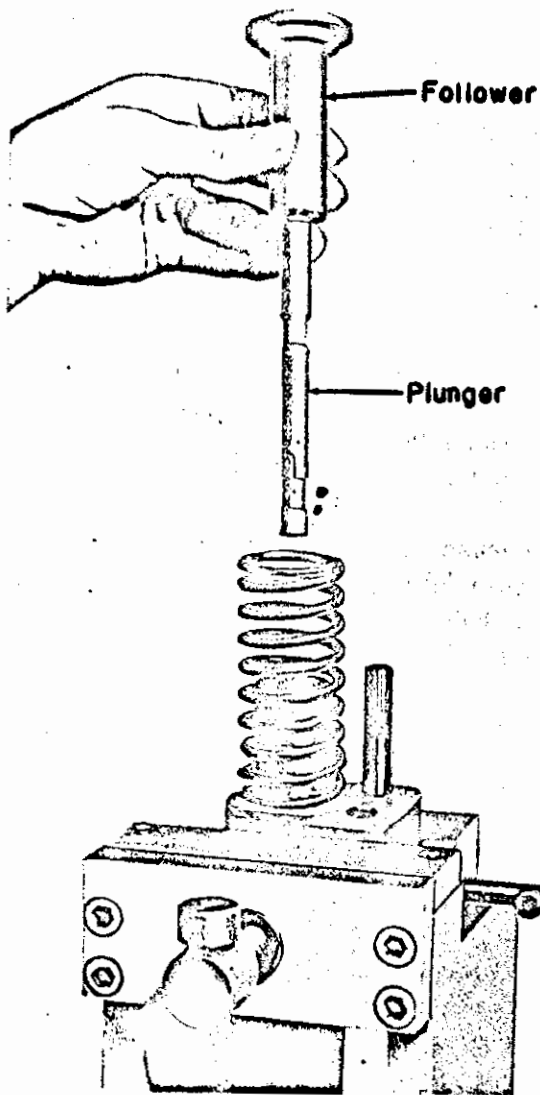

Fig. 5 – Quitando el seguidor y el émbolo
4. Sáquense con cuidado el seguidor y el émbolo del inyector, Fig. 5. Desencájese el émbolo del seguidor y quítense el resorte del seguidor.